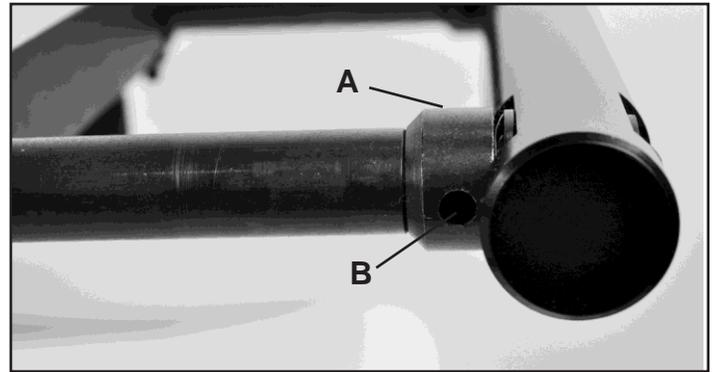

FIG. 31
5. Gire la leva de nivelación de extensión (A-Fig.31) colocando una llave hexagonal en el agujero de ajuste (B-Fig.31).